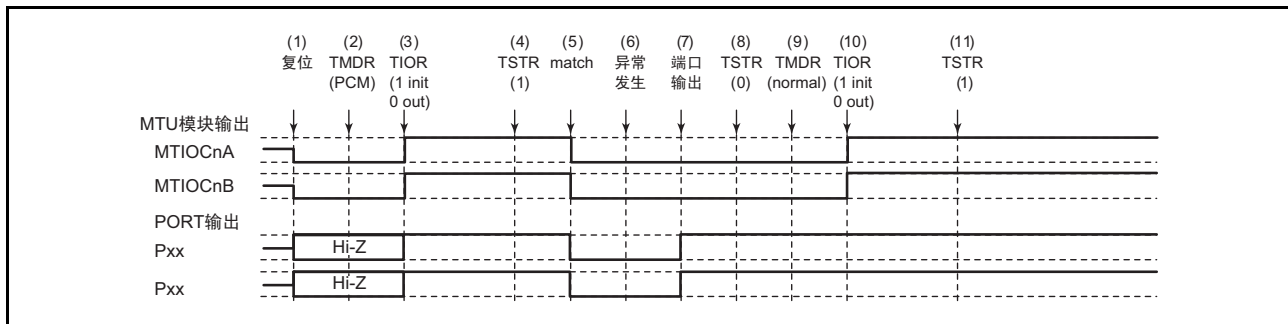

图 18.141 在相位计数模式中发生异常并且在正常模式中恢复的情况
在相位计数模式中发生异常并且重新设定后在正常模式中重新开始时的说明图如图 18.141 所示。
- (1) ~ (8) 和图 18.141 通用。
- (9) 设定 PWM 模式 1。
- (10) 必须通过 TIOR 对引脚进行初始化（在 PWM 模式 1 中不对 MTIOCnB 进行初始化）。
- (11) 通过 TSTR 重新开始。
(19) 在相位计数模式的运行过程中发生异常并且在 PWM 模式 2 中重新开始时的运行
- (9) 设定 PWM 模式 2。
- (10) 必须通过 TIOR 对引脚进行初始化 (在 PWM 模式 2 中不对周期寄存器的引脚进行初始化)。
(20) 在相位计数模式的运行过程中发生异常并且在相位计数模式中重新开始时的运行
- (9) 在相位计数模式重新开始的情况下不需要此步骤。
- (10) 必须通过 TIOR 对引脚进行初始化。
(21) 在互补 PWM 模式的运行过程中发生异常并且在正常模式中重新开始时的运行